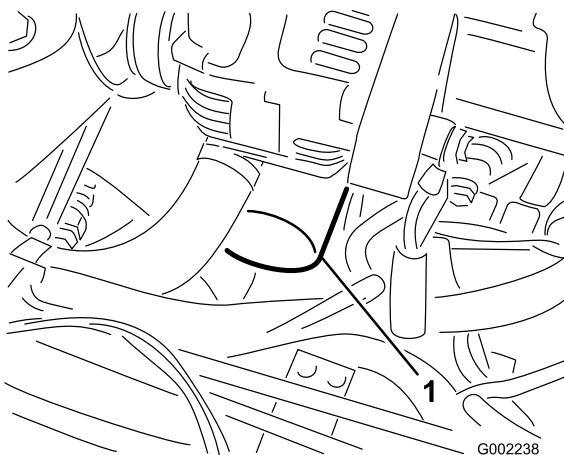

図 40
7. 古いオイルフィルタ（図 40）を外す。
10. アダプタに新しいフィルタを取り付ける。ガスケットがアダプタに当たるまで手でねじ込み、そこから更に 1/2 回転増し締めする（図 40）。